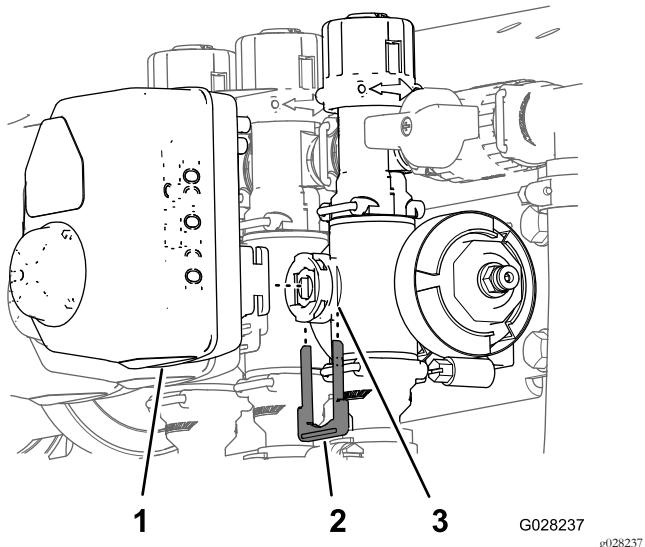

图111
- 取下将致动器固定至喷洒率控制岐管阀、搅拌、主喷洒臂或喷洒臂段阀的卡环 图111。